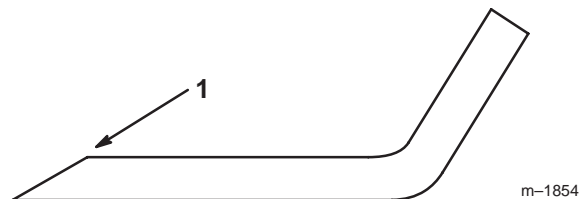

Figure 32
1. Au moyen d'une lime, aiguisiez les tranchants aux deux extrémités de la lame (Fig. 32) en veillant à conserver l'angle de coupe d'origine. Limez la même quantité de métal sur chacun des deux tranchants pour ne pas déséquilibrer la lame.